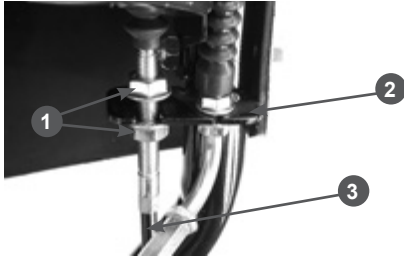

**Рис. 9 Установка наконечника троса включения хода**
- вставьте Z-образный наконечник 2 троса в отверстие на рычаге 1, как показано на Рис. 9;